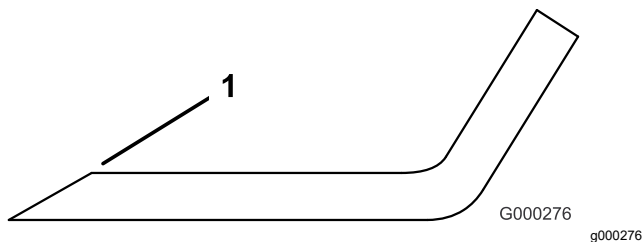

図 25
4. すべてのブレードの刃先を点検し、刃先が丸くなっていたり打ち傷がある場合には研磨する 図 25。
注 研磨は刃先の上側に行い、刃の元々の角度を変えないように十分注意する 図 25。両方の刃先から等量を削るとブレードのバランスを維持することができます。